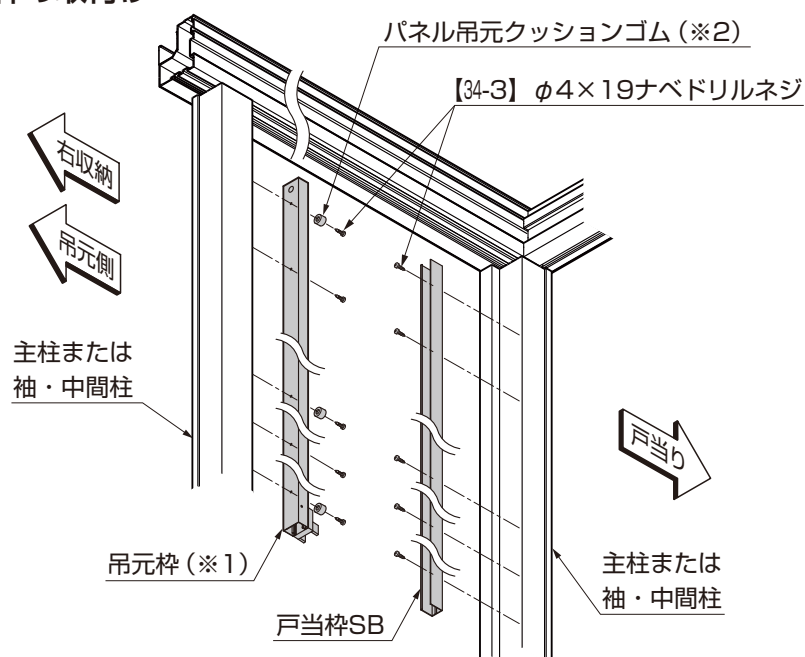
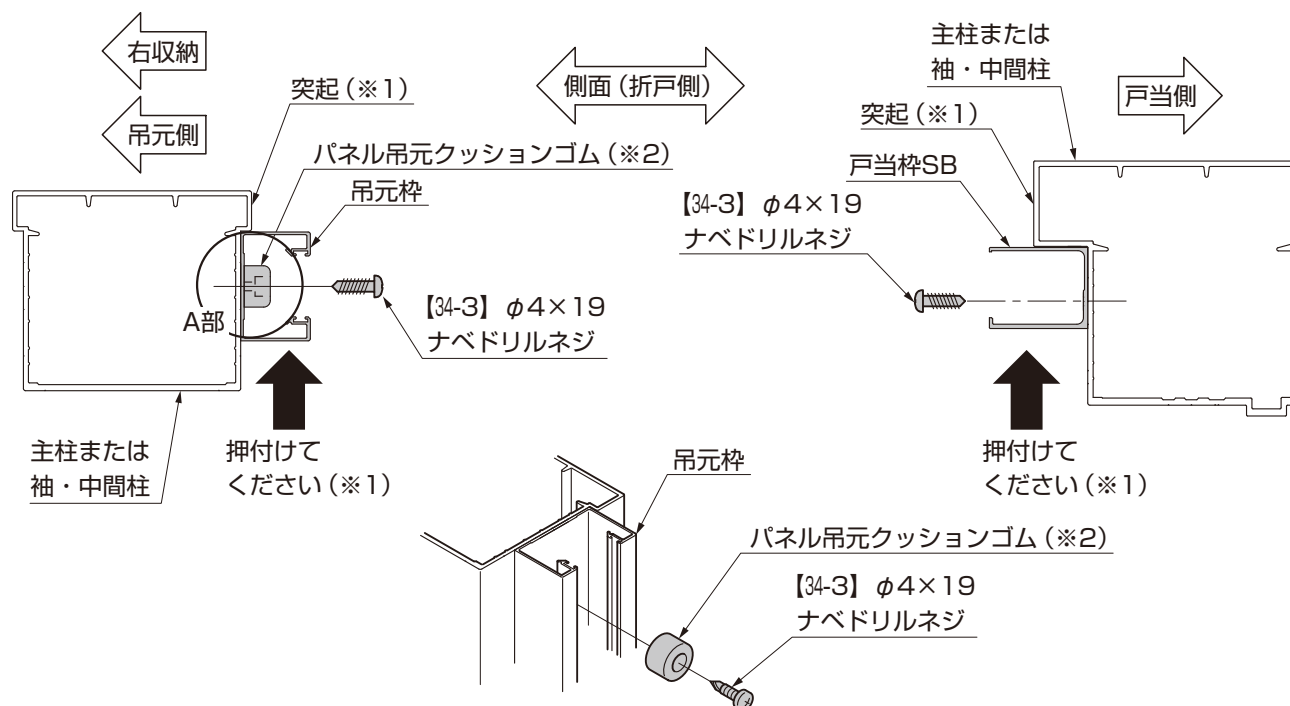

図3-2 吊元枠と戸当枠SBの取付け
図3-3 A部 パネル吊元クッションゴムの取付け
- ①吊元枠を主柱または袖・中間柱の突起に押付けて(※1)から、吊元枠とパネル吊元クッションゴムを【34-3】で取付けてください。(図3-2、図3-3参照)
- ②戸当枠SBを主柱または袖・中間柱の突起に押付けて(※1)から【34-3】で取付けてください。(図3-2、図3-3参照)